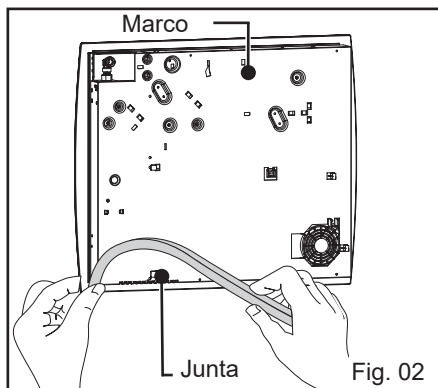
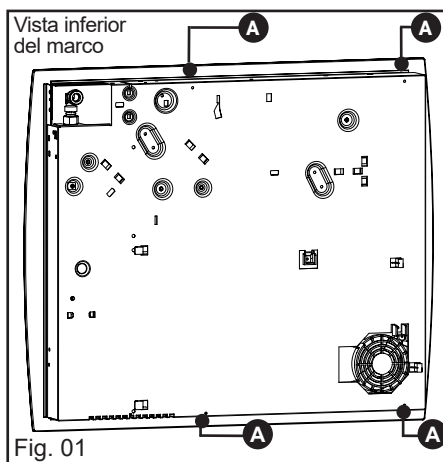

Fig. 02
Fig. 01
– Si lo desea, puede inmovilizar la placa utilizando bridas de sujeción que vienen incluidas con sus correspondientes tornillos (Fig. 02) que se fijan a las esquinas del marco. **Utilice siempre los orificios previstos para ello como muestra el dibujo (Fig. 01).**